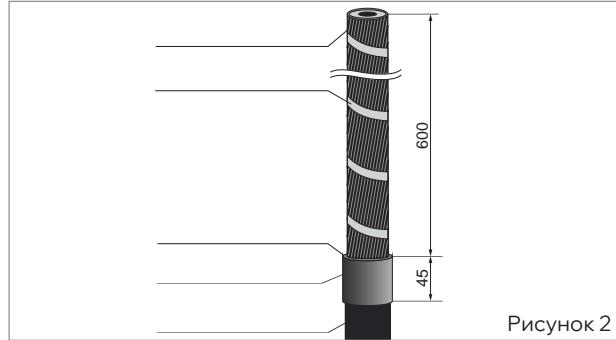

Рисунок 2
- Обезжирить оболочку кабеля на расстоянии 100 мм от среза салфеткой, смоченной в бензине (растворителе). На оболочке кабеля лентой герметика выполнить намотку из 1–2 витков на расстоянии 45 мм от среза (рис. 2).